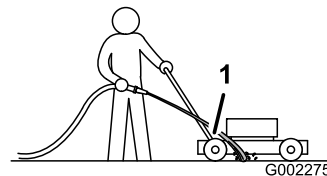

Figura 35
3. Tenete il flessibile da giardino all'altezza della stegola e indirizzate il getto per terra, davanti alla ruota posteriore destra (Figura 35).